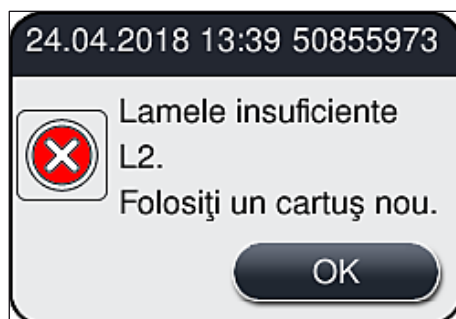

Fig. 54
- Dacă un consumabil s-a epuizat, este transmis către utilizator un mesaj de avertizare corespunzător, spre exemplu (→ Fig. 54).